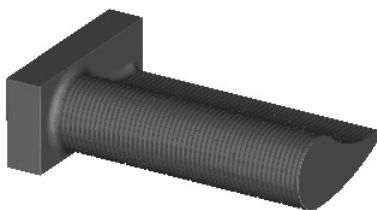

图 5.4.26 2D 仿真结果
Step3. 使用 2D 动态仿真。单击 **2D 动态** 选项卡，采用系统默认设置值，调整动画速度后单击“播放”按钮 ，即可演示刀具按刀轨运行，完成演示后的模型如图 5.4.26 所示，仿真完成后单击两次 **确定** 按钮，完成操作。